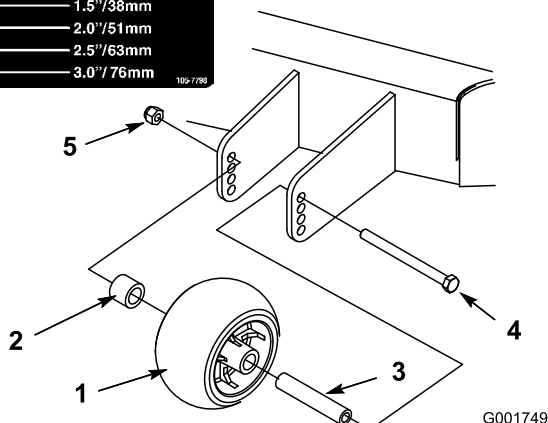

Figura 18
3. Después de ajustar la altura de corte, retire la tuerca con arandela prensada, el casquillo, el espaciador y el perno (Figura 18).
4. Seleccione el taladro que hará que el rodillo exterior esté lo más próximo posible a la altura de corte deseada (Figura 18).
5. Instale el rodillo exterior, el casquillo, el espaciador, el perno y la tuerca (Figura 18).